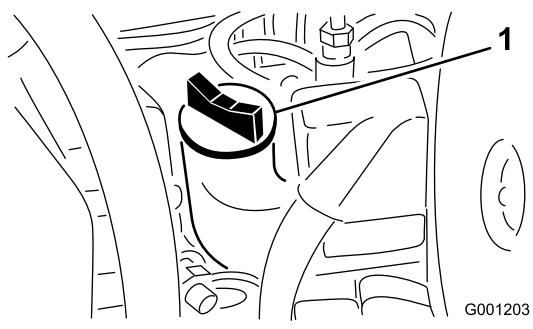

図 22
3. 不足している場合は、キャップ（図 22）を取り、Full 位置までオイルを補給する。入れすぎないこと。